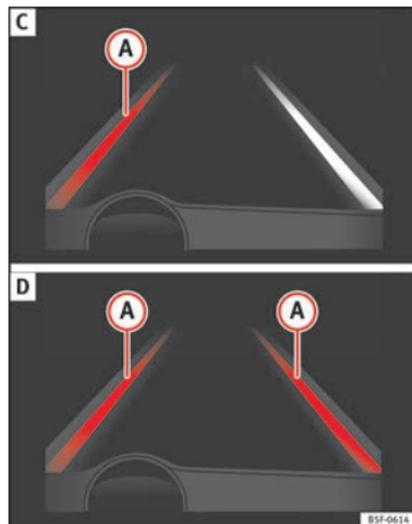

Fig. 217 En la pantalla del cuadro de instrumentos: indicación en la pantalla del sistema de aviso de salida del carril (ejemplo 2).
- El sistema está trabajando, la línea resaltada **(A)** indica que había riesgo de sobrepasar la línea de carril involuntariamente y está actuando sobre la dirección para corregir la trayectoria »» **fig. 217 C.**
- Las dos líneas resaltadas **(A)** se encienden a la vez cuando tenemos las dos líneas de carril reconocidas y la función de guiado central de carril está activada »» **fig. 217 D.**